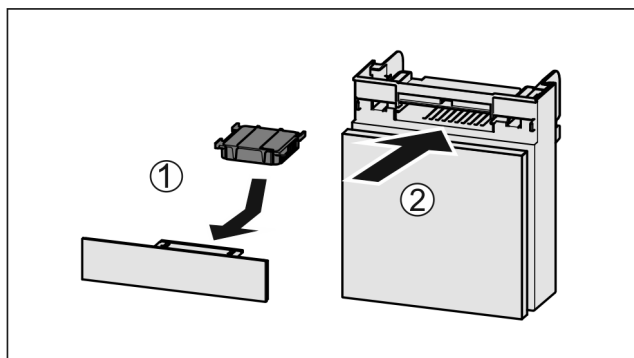

Fig. 226
- ▶ Установите фильтр с активированным углем, как показано на рисунке Fig. 226 (1).
- ▶ Вставьте отделение Fig. 226 (2).